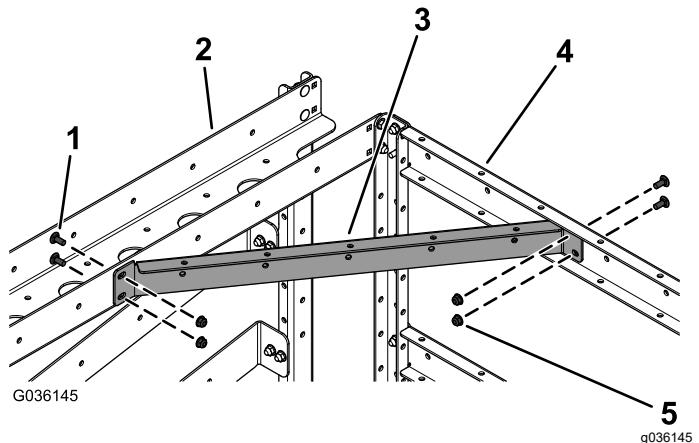

Рисунок 8
7. Установите поперечный опорный кронштейн на передний опорный кронштейн (с двумя отверстиями на каждой стороне) и кронштейн трубы с помощью 4 каретных болтов (5/16 x 3/4 дюйма) и 4 фланцевых гаек (5/16 дюйма), как показано на Рисунок 8.